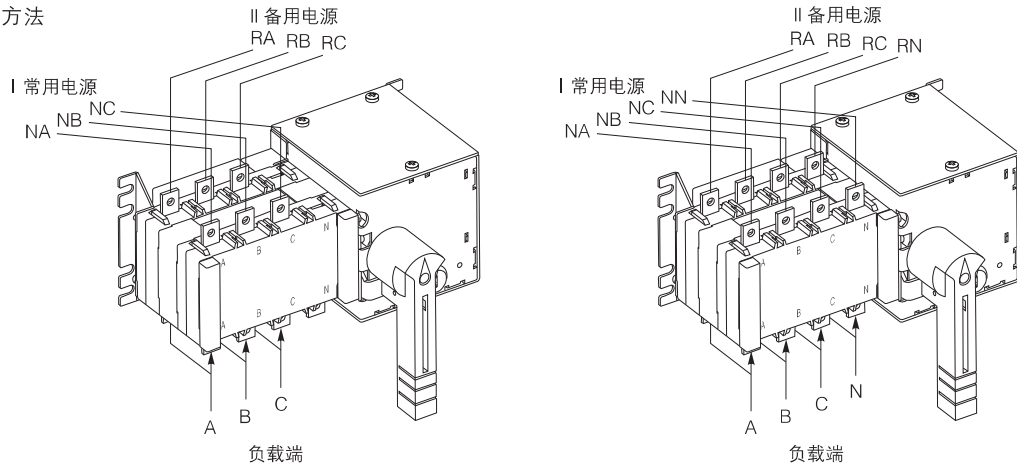
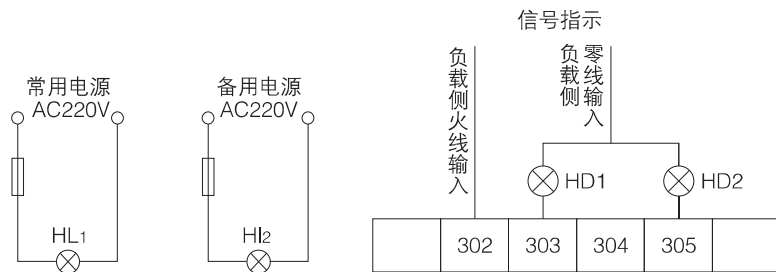

图 3 3级和4级自动转换开关主电路接线示意图
图 4 I型开关的控制电路及指示灯接线图
- 与开关连接的进出母线应根据使用电流的大小，按照GB 14048.1《低压开关设备和控制设备第1部分：总则》标准中表9的规定选用，按图3所示连接到开关的相应极上；控制电路的连接导线选用0.5mm²的软导线按图4~6所示连接开关的控制电路，指示灯电路用户可根据需要选择是否安装，发电信号输出的导线按电流大小选用；